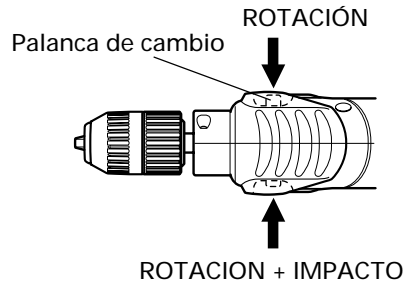

Fig. 6
10. Alteración de IMPACTO a ROTACION (Fig. 6)